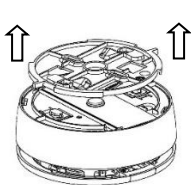

Figura 5
2. Rimuovere la staffa di fissaggio in plastica dal rivelatore (vedi Figura 5).
1. Rimuovere la staffa plastica di montaggio dal rivelatore (vedi Figura 5).